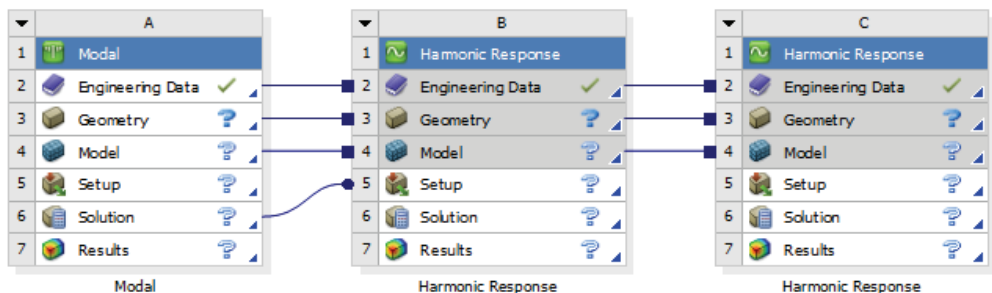

图 11-2 分析项目
4) 在工具箱中的 Analysis System>Harmonic Response 上按住鼠标左键拖曳到项目管理区中，当项目 B 的 Model 项红色高亮显示时，放开鼠标创建项目 C，此时相关联项的数据可共享，如图 11-2 所示。